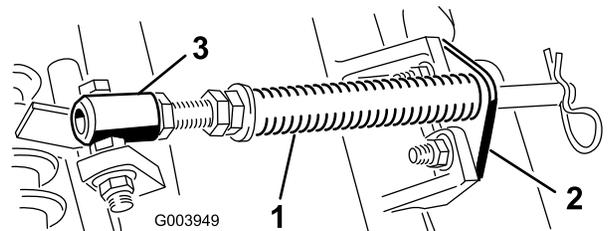

图5
- A. 拆下把杆支架固定到滚刀组凸耳上的 2 个车身螺栓和螺母图5。
- B. 拆下将弹簧管栓固定到承载架凸耳图5上的凸缘螺母 拆下组件。